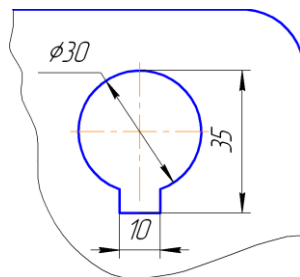

Рисунок 7
10. Элемент пластины «Окружность с пазом» рисунок 7 строим по выше рассмотренным командам.